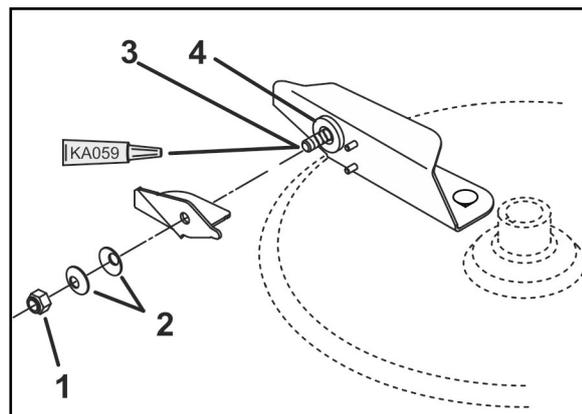

Fig. 73
2. Federn (Fig. 73/1) durch Lösen der Muttern (Fig. 73/2) entlasten.